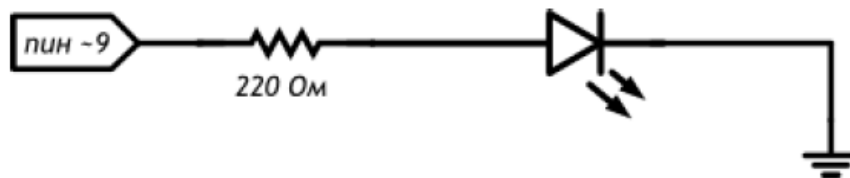

Рисунок 4.1 – Электрическая принципиальная схема
1. Подключите компоненты к плате согласно электрической принципиальной схеме (рисунок 4.1).